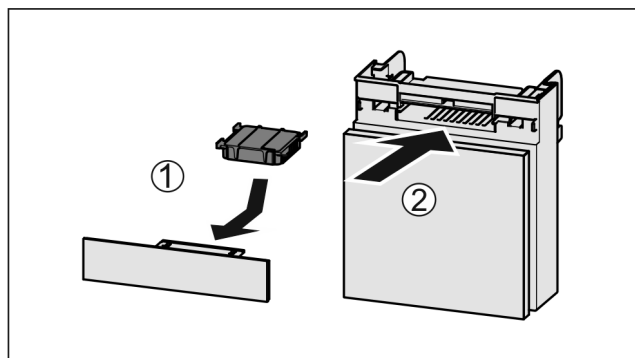

Fig. 143
- Wkładać Fig. 143 (1) filtr z węglem aktywnym zgodnie z ilustracją.
- Wsunąć komorę Fig. 143 (2).